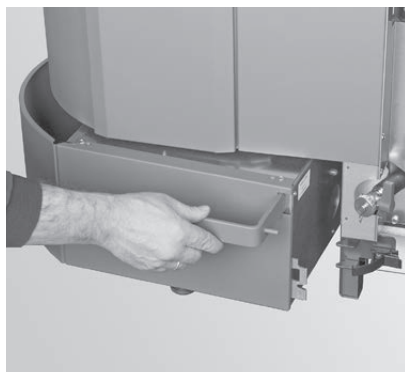

Fig. 36 Appuyer le bac à cendres légèrement vers la gauche
- ▶ Pousser le bac à cendres légèrement vers la gauche et le retirer – Fig. 36, Fig. 37.